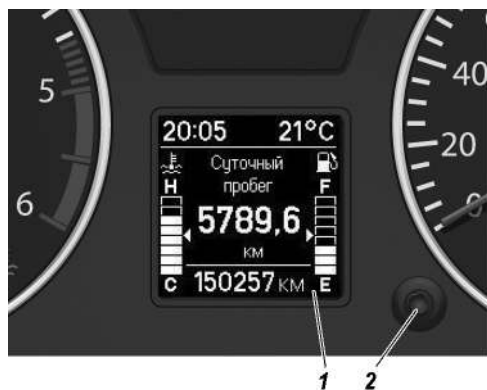

Рис. 3.7. Управление маршрутным компьютером на комбинации приборов
Информация маршрутного компьютера высвечивается на жидкокристаллическом дисплее 1 комбинации приборов (рис. 3.7).
Выбор режимов маршрутного компьютера осуществляется поворотом переключателя 2 (рис. 3.7) в комбинации приборов либо кольца 2 (рис. 3.8) на левом подрулевом переключателе.
Средняя строка отображает переменные данные, настройка значений которых осуществляется поворотом по часовой стрелке или против часовой стрелки переключателя 2 (рис. 3.7) или кольца 2 «TRIP» (рис. 3.8).
- суточный пробег автомобиля. Сброс показаний счетчика суточного пробега производится продолжительным (более 2 с) нажатием на кнопку 2 (рис. 3.7) или 1 «OK/Reset» (рис. 3.8);